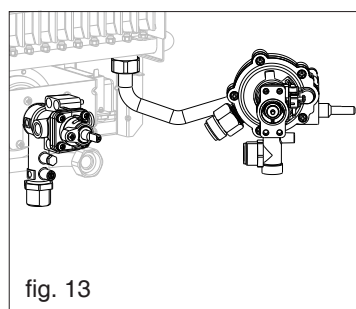

fig. 13
- Mover à direita o conjunto água/gás (fig. 13)